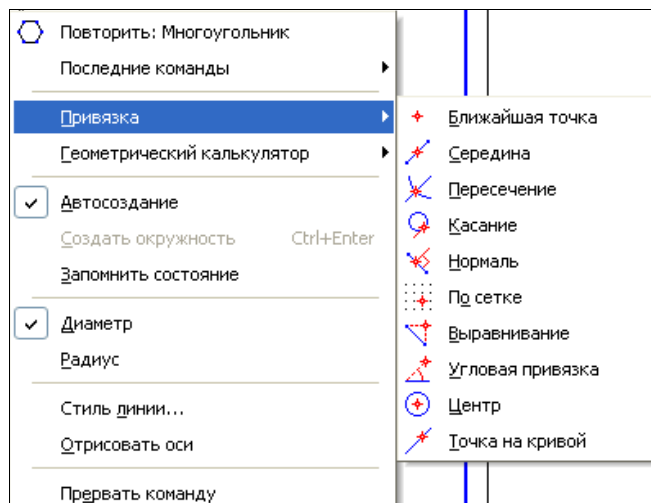

Рис. 6.4. Контекстное меню
- ◆ нажатием правой кнопки (далее — ПК) мыши. В контекстном меню переместите курсор на пункт **Привязка**. Откроется меню локальных привязок, как показано на рис. 6.4;
\* Вызов данных команд геометрического калькулятора возможен из контекстного меню в окне документа (см. рис. 6.4).